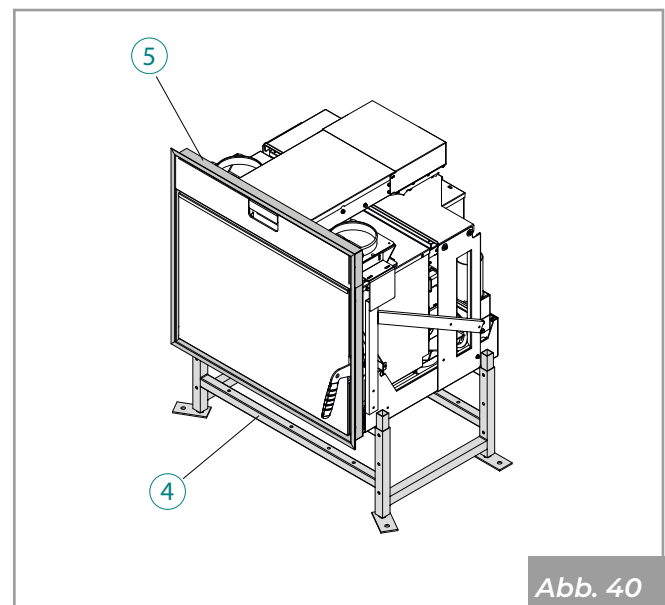

Abb. 40
- Sockelbausatz "4" und Abschlussrahmen für Gipskarton "5" (Abb. 40).